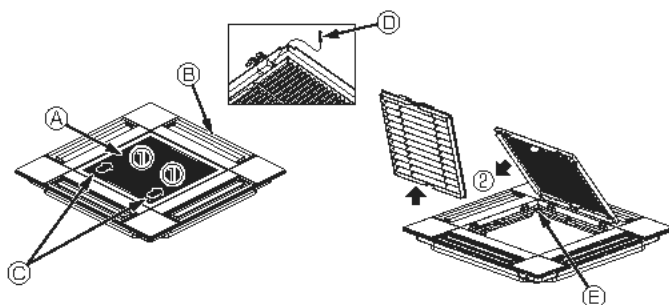

Fig. 10-3
10.2.1. Dépose de la grille d'admission (Fig. 10-3)
- Pour ouvrir la grille d'admission, faites glisser les leviers dans le sens indiqué par la flèche (1).
- Lorsque la grille se trouve en position "ouverte", retirez la charnière de la grille d'admission dans le sens indiqué par la flèche (2).
- (A) Grille d'admission